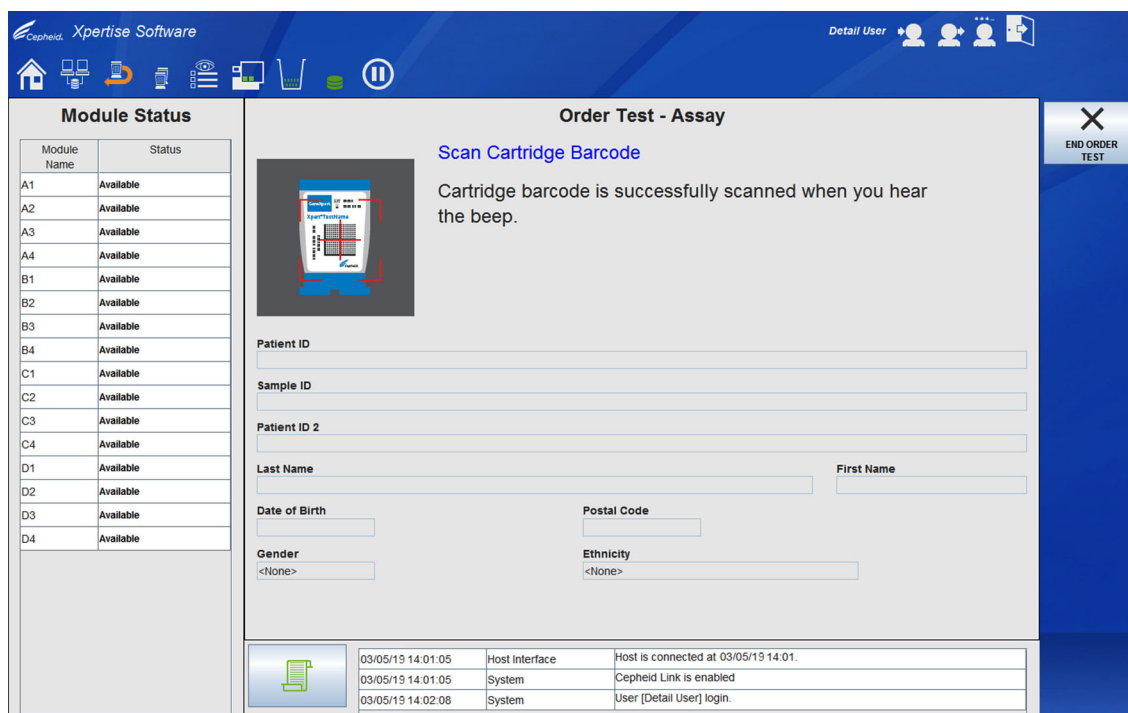
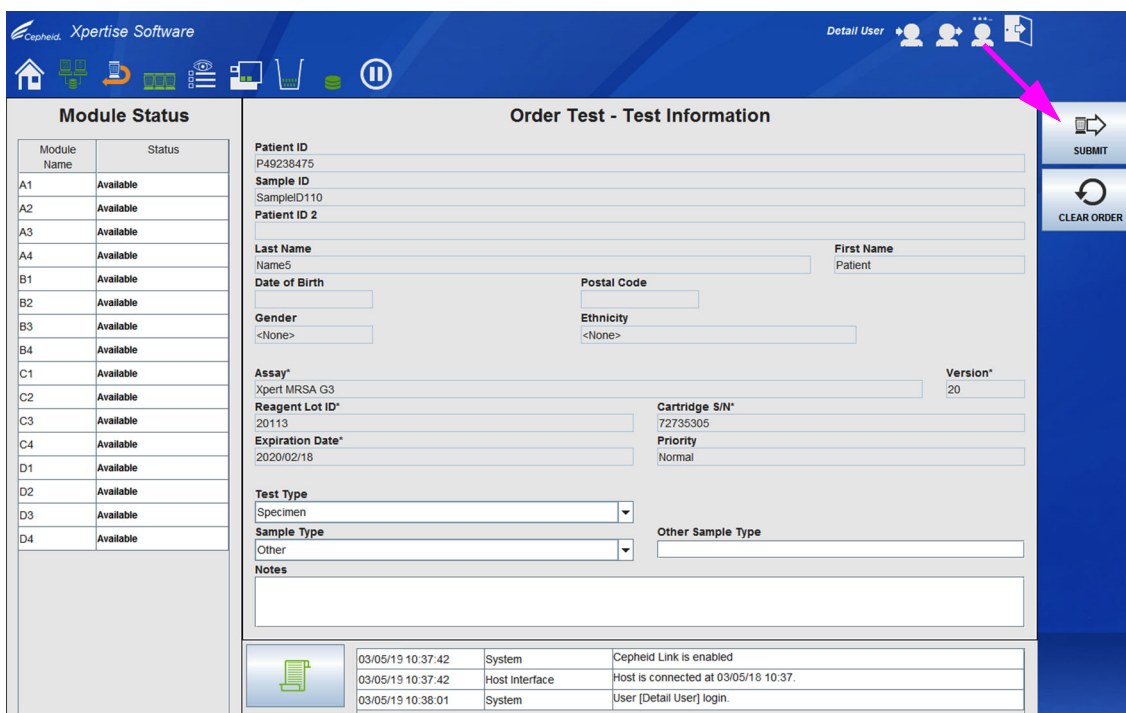
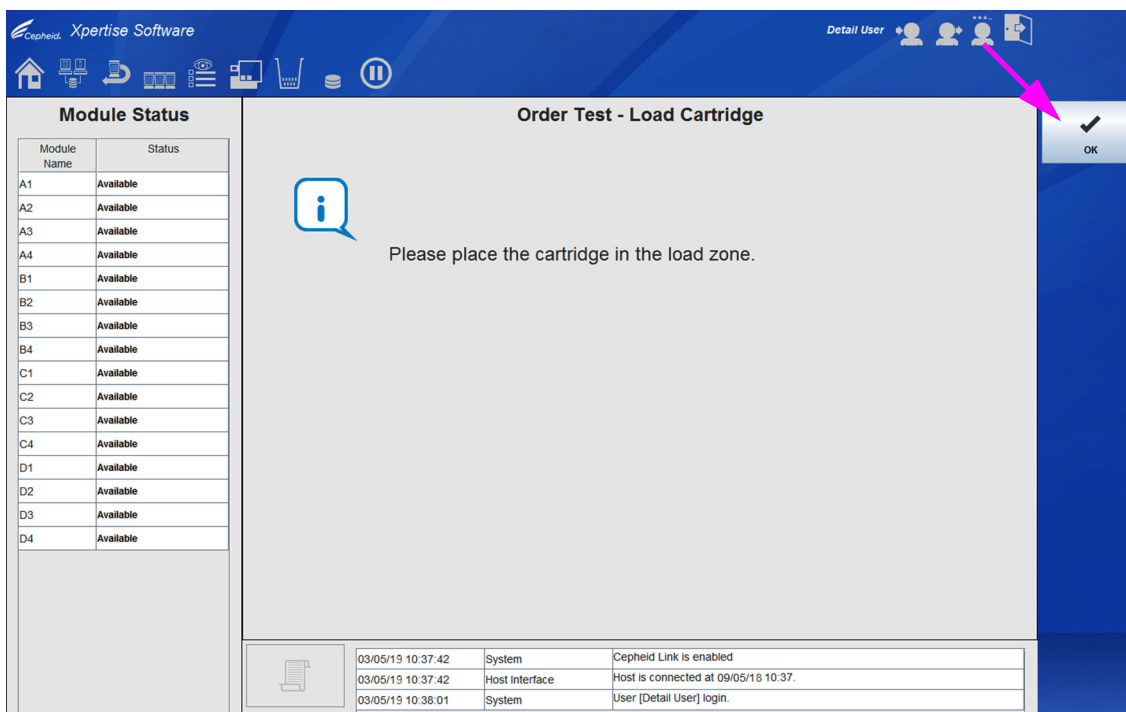
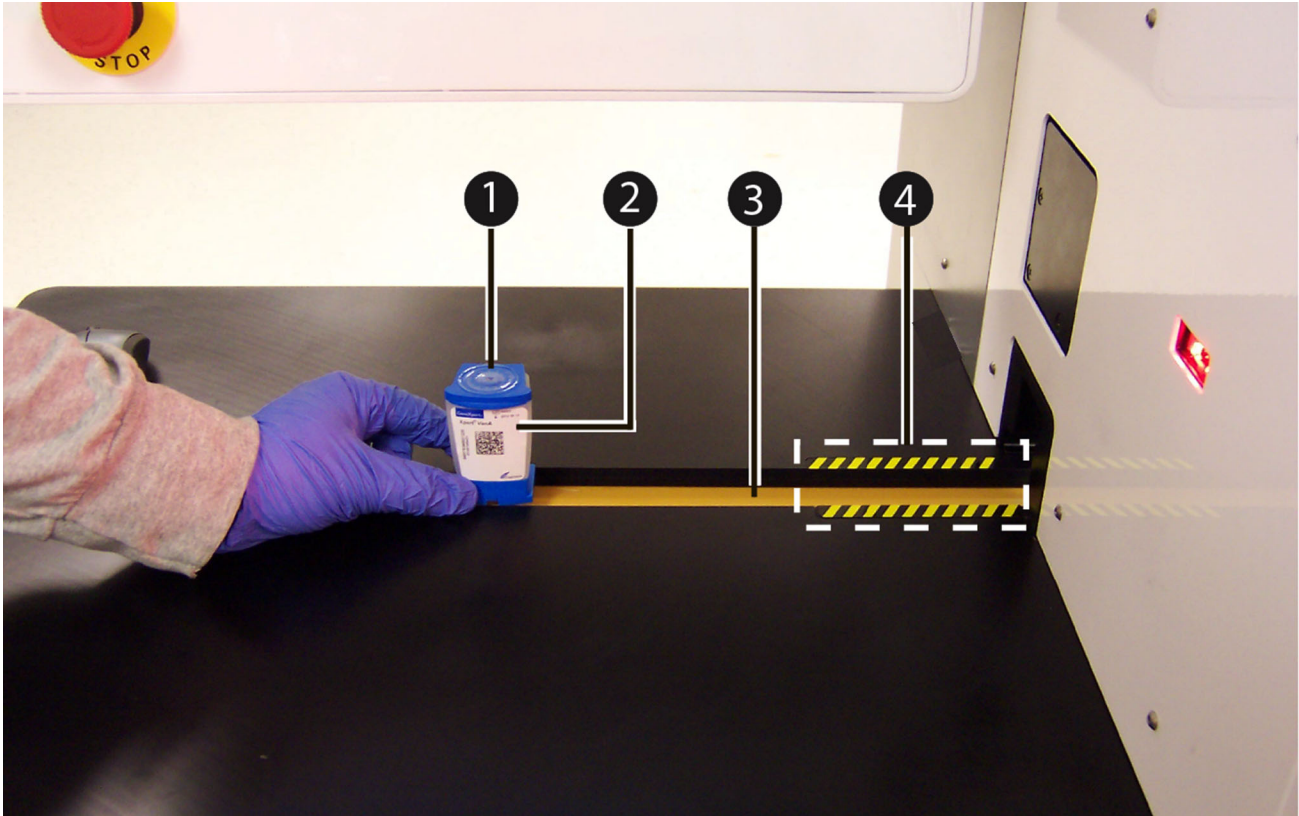

图 5-204. 申请检验 – 检测法 (Order Test – Assay) 工作区
图 5-206. 申请检验 – 检验信息 (Order Test – Test Information) 工作区
图 5-207. 申请检验 – 装入检测盒 (Order Test – Load Cartridge) 工作区
图 5-208. 将检测盒放在传送带上
2. 选择 **申请检验 (ORDER TEST)** 按钮。显示申请检验 – 检测 (Order Test – Assay) 工作区扫描反应盒条形码。请参见图 5-204。
- 如果自动 (Automation) 工作区启用了**自动提交申请 (Auto Submit Order)**，将显示申请检验 – 检测 (Order Test – Assay) 工作区以扫描下一个检测盒（见图 5-204）。将检测盒装入（或放到）传送带上。请参见图 5-208。
- 如果自动 (Automation) 工作区未启用**自动提交申请 (Auto Submit Order)**，申请检验 – 检验信息 (Order Test – Test Information) 工作区将显示。请参见图 5-206。
4. 查看申请检验 – 检验信息 (Order Test – Test Information) 工作区（请参见图 5-206）中的申请。根据需要输入其他信息或备注，然后选择**提交 (SUBMIT)** 按钮。显示申请检验 – 装入检测盒 (Order Test – Load Cartridge) 工作区。请参见图 5-207。
6. 在申请检验 – 装入检测盒 (Order Test – Load Cartridge) 工作区中，选择**确定 (OK)** 按钮（见图 5-207）。申请检验 – 检测 (Order Test – Assay) 工作区将显示以扫描另一检测盒。请参见图 5-204。
7. 按照申请检验 – 装入检测盒 (Order Test – Load Cartridge) 工作区中的指示 (请参见图 5-207) 和图 5-208 所示, 将检测盒 (1) 装入 (或放在) 黄黑相间线 (4) 外侧的传送带 (3) 装入区。确保将检测盒的标签 (2) 朝向自己放在传送带上。传送带将检测盒送入系统内。平移式机械臂将检测盒放入可用的 GeneXpert 模块中。
8. 通过重复步骤 3 至步骤 7 为进行测试而持续扫描检测盒, 直到所有检测盒都已经被处理。当处理所有检测盒, 选择申请检验 – 检测 (Order Test – Assay) 工作区上的结束申请检验 (END ORDER TEST)。请参见图 5-204。